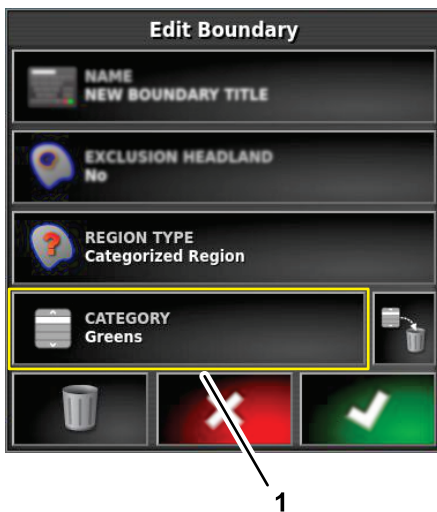

Bild 67
5. Der ausgewählte Kategorietyp wird angezeigt, tippen Sie auf das Bestätigen-Symbol (Bild 67).